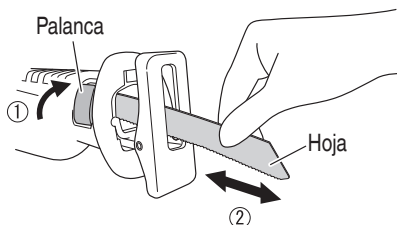

Fig. 11
- (3) Cuando suelte la palanca, la fuerza del resorte hará que el manguito del sujetador vuelva automáticamente a la posición correcta. No hay necesidad de asegurar el manguito del sujetador en este momento.
- (4) Con la mano, tire de la hoja de sierra hacia atrás dos o tres veces y verifique que la hoja esté firmemente instalada. (Fig. 11)